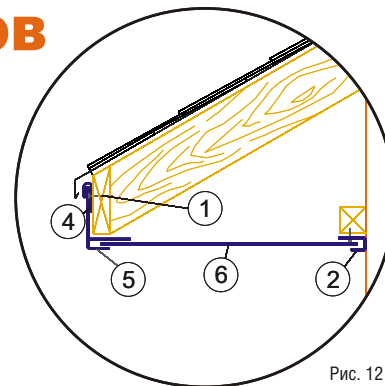

Рис. 12
4. Вставьте лист софита ⑥ в одну из планок, затем сдвиньте на 8–10 мм в сторону другой планки. Закрепите лист софита ⑥ с помощью саморезов ① (рис. 12, 13).